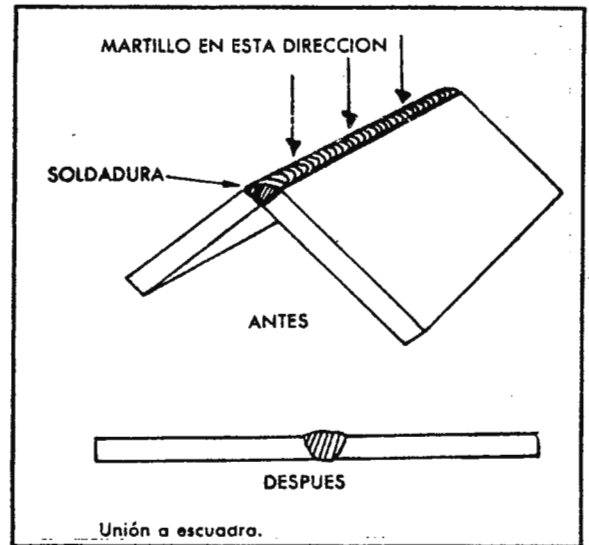

Fig. 6 Prueba de la unión a escuadra
1. La unión a escuadra debe manifestarse hasta que este plana. (Fig. 6)